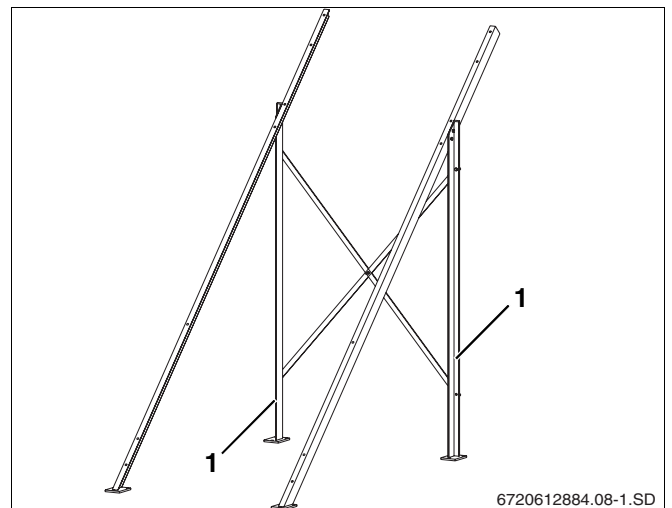

Fig. 7 Montaje de los apoyos y de los soportes diagonales
- ▶ Nivele los apoyos izquierdos y derechos premontados (fig. 7) y únalos con la cruz trasera formada por los soportes diagonales.
- ▶ Los apoyos (fig 7, **pos. 1**) deben quedar en posición vertical. Apriete bien todos los tornillos.